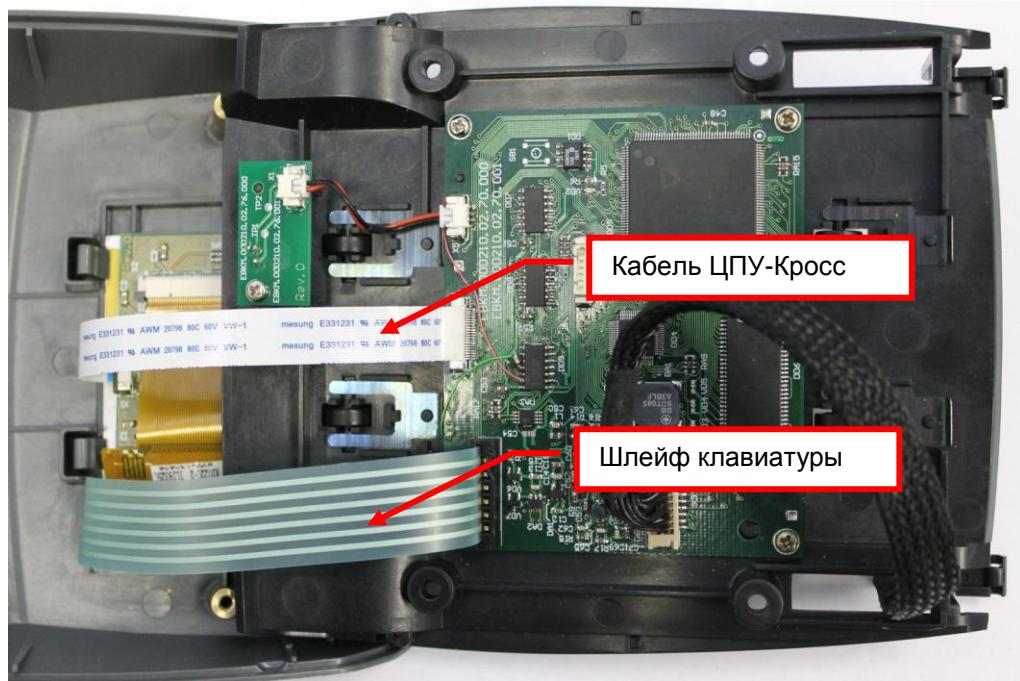

Рис. 8.11
- отсоедините кабель ЦПУ-Кросс ЕВКМ.00D210.00.72.000 от разъема X4 на модуле ЦПУ (см. рис.8.11);
- отсоедините шлейф клавиатуры от разъема X2 на модуле ЦПУ (см. рис.8.11).